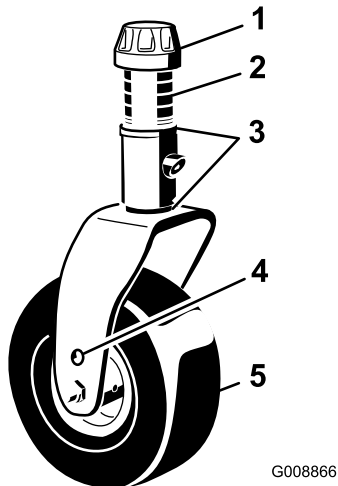
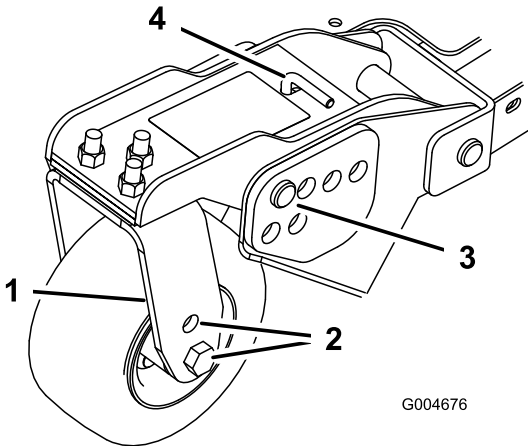
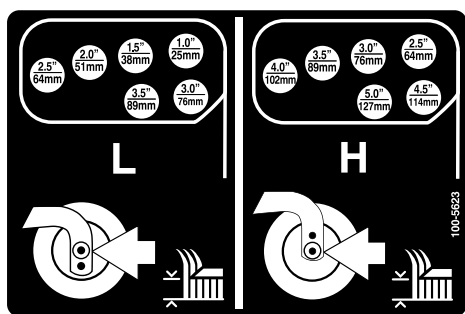

Figura 20
Figura 22
Figura 23
- 1. Coloque los ejes de las ruedas giratorias en el mismo taladro en todas las horquillas (Figura 20 y Figura 22). Consulte en la tabla siguiente el taladro correcto para cada altura.
- 2. Retire el casquillo tensor del eje (Figura 20) y deslice el eje fuera del brazo de la rueda giratoria. Coloque los dos suplementos (3 mm) en el eje de la misma forma que en la instalación original. Estos suplementos son necesarios para obtener el mismo nivel en toda la anchura de las unidades de corte. Coloque el número adecuado de espaciadores de 13 mm (consulte la tabla siguiente) en el eje para conseguir la altura de corte deseada, luego coloque la arandela en el eje.
- 4. Retire el pasador de horquilla y las chavetas de los brazos de pivote de las ruedas giratorias (Figura 22).
- 5. Gire la varilla tensora para elevar o bajar el brazo de pivote hasta que los taladros estén alineados con los taladros seleccionados del soporte de ajuste de la altura de corte en el bastidor de la unidad de corte (Figura 22 y Figura 23).